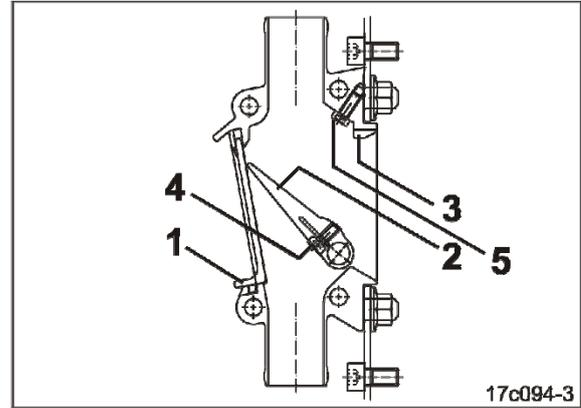

図 193
2. 組み立て式ウィンドウ (図 193/1) を上にずらし、フラップボックスから前方に取り出します。
3. フラップ (図 193/2) をストッパー (図 193/3) に対して押し付け、シャフトにねじで固定します。
フラップの変形を避けるため、六角穴付き止雌ねじ (図 193/4) は強く締めすぎないようにしてください。
4. フラップがねじ頭をスムーズに通ることができるように、ロックねじ (図 193/5) は緩くねじ込んでください。